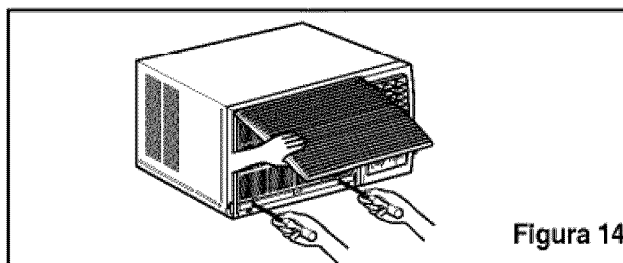

Figura 14
3. Levante la parrilla de entrada y ajústela con tornillos Tipo A, através de la parrilla frontal. (Ver Figura 14)